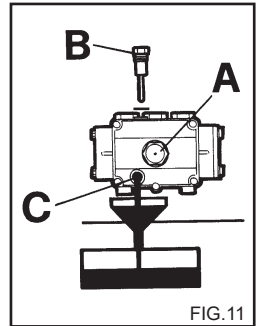

FIG.11
- 2) Desaperte o tampão com a vareta de controlo do nível (fig. 11).